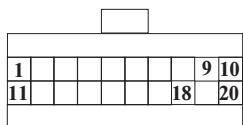

Рис. 5
**Внимание!** Если на автомобиле не установлен иммобилайзер АПС-4, то необходимо ввести переключку между контактами 9 и 18 в разъем для подключения блока иммобилайзера, расположенного под панелью приборов рядом с контроллером впрыска. Внешний вид разъема приведен на рис. 5.